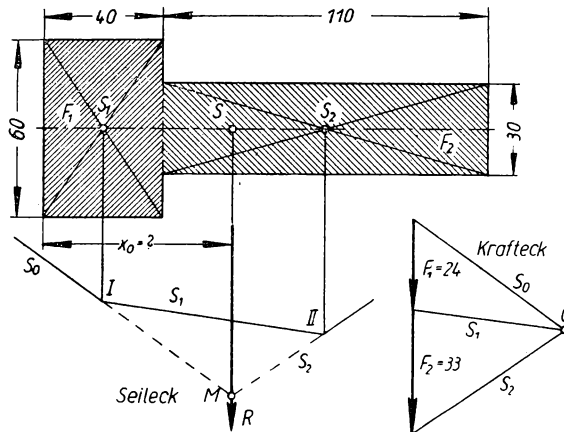

Bild 202
**Lösung:** Die Teilflächen  $F_1 = 24$  cm2 und  $F_2 = 33$  cm2 werden wie Kräfte behandelt, welche in den Schwerpunkten  $S_1$  und  $S_2$  der Flächen angreifen. Die beiden Kräfte werden mittels Kraft- und Seilecks zur Mittelkraft  $R$  vereinigt (s. Bild 202). Man mißt  $x_0 = 63,5$  mm. Dasselbe Ergebnis wurde in Aufgabe 209 durch Rechnung gefunden.